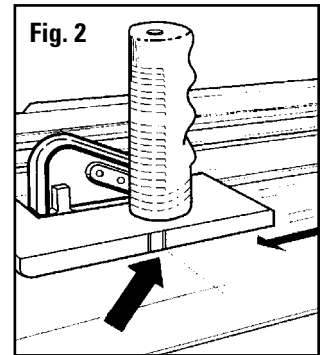

Fig. 2
4. Utilizando el Cabezal de Corte recto, alinee la línea superior trazada con la línea superior de la franja y presione hacia abajo la manija hasta que el cabezal de corte se sienta completamente plano sobre la lámina perimétrica de modo que las Guías del Nylon se enganchen en el borde del carril guía. **Fig. 2**
4. Verwenden Sie den geraden Schneidekopf und richten Sie die obere Linie mit der oberen Randlinie aus und drücken Sie auf dem Griff nach unten, bis der Schneidekopf flach auf dem Passepartout aufliegt, so dass die Nylonführungen in die Führungsschiene eingehakt werden. **Abb. 2**
4. Con l'ausilio della testa per tagli dritti, allineare il tratto di matita superiore con la linea del bordo superiore ed esercitare pressione sull'impugnatura finché la testa di taglio non poggia, piano, sul cartoncino di modo che le guide in nylon si aggancino alla rotaia di guida. **Fig. 2**